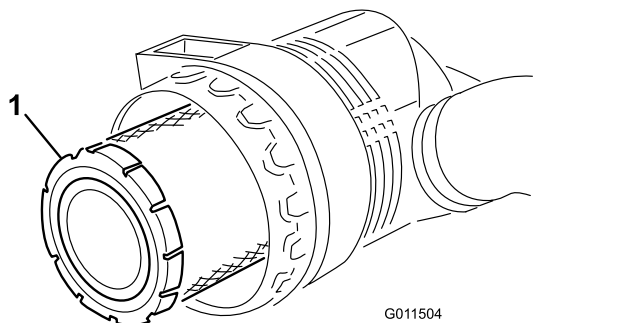

Figure 50
3. Déposez et remplacez le filtre (Figure 50).